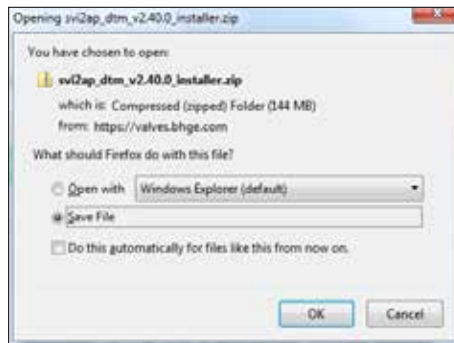

図3 - ダイアログを開く
2. 矢印を使用して選択項目内を移動します。以下のValVue V3.60インストーラーのダウンロードのダウンロードを選択すると、図3が表示されます。